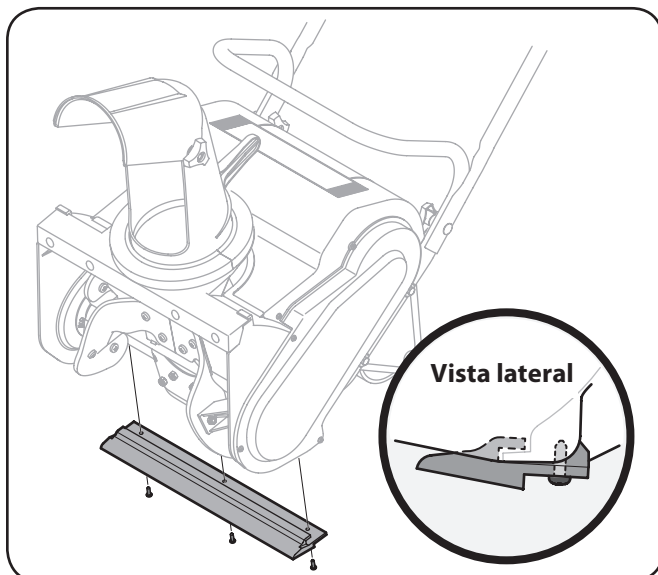

Figura 7-1
1. Extraiga los tres tornillos que sujetan la placa protectora al alojamiento de la barrena. Vea la Figura 7-1